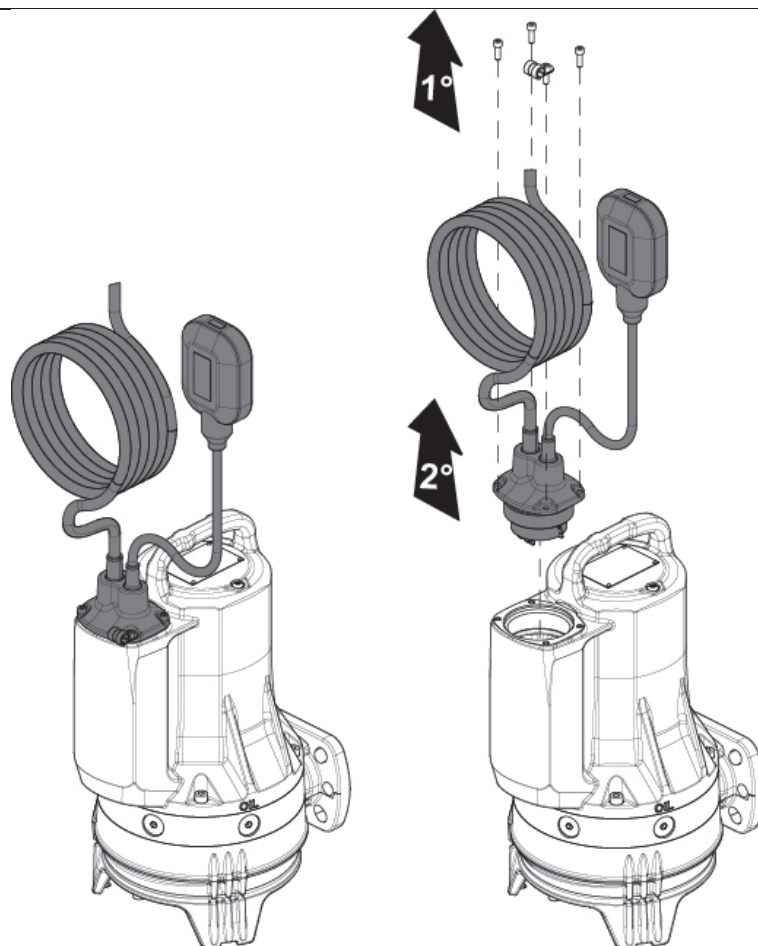

Fig.13
- Înlocuirea plutitorului (Fig.13)